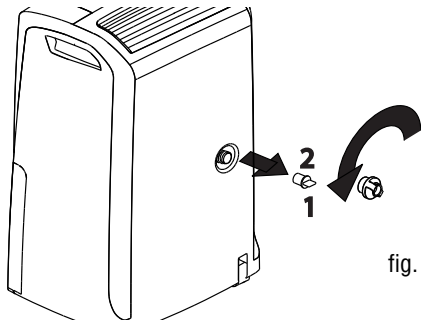

fig. 2
- 1) Dévissez le bouchon de protection **1** en le tournant vers la gauche et retirez le bouchon en caoutchouc du bec **2** (fig. 2).